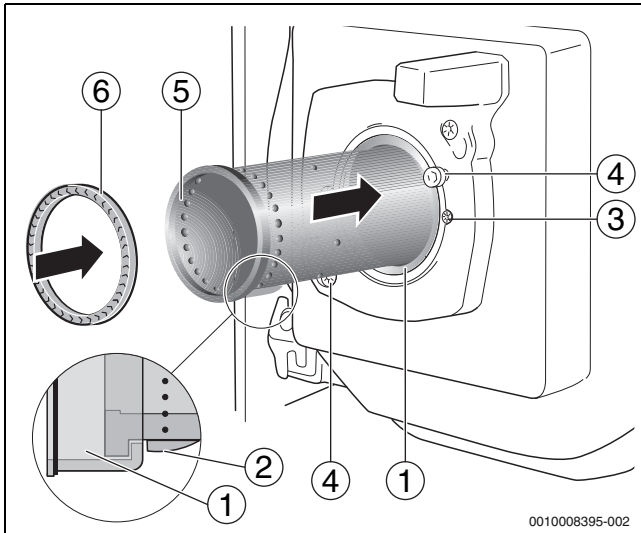
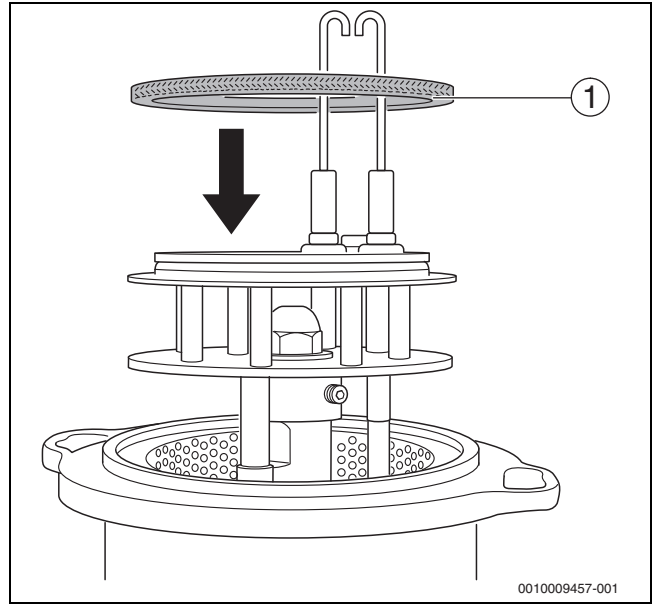

Bild 42 Brennerrohr austauschen
Bild 44 Dichtung einsetzen
- ▶ Neues Brennerrohr (→Bild 42, [5]) in das Stützrohr einsetzen. Dazu das Brennerrohr über die Nase (→Bild 42, [2]) hinweg bis gegen den Anschlag des Stützrohrs führen. Die Nase des Brennerrohrs muss dabei nach unten zeigen und einrasten (→Bild 42, [Lupe]).
- Neue Dichtung (→Bild 42, [6]) einsetzen.
- Vor dem Einbau des Brenners die Dichtung (→Bild 42, [6], bzw. Bild 44, [1]) zwischen Mischsystem und Brennerrohr prüfen.
- Dichtung (→Bild 42, [6]) in das Brennerrohr einsetzen.
- Dichtung (→ Bild 44, [1]) zunächst auf dem Mischsystem aufsetzen.
- Brenner auf die beiden Schrauben im Brennerflansch (→ Bild 42, Pfeile) aufsetzen.